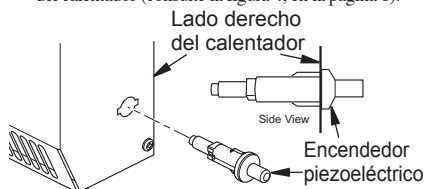

Figura 6 - Instalación del encendedor piezoeléctrico
2. **Para el encendedor piezoeléctrico**, ajuste el encendedor hasta escuchar un chasquido en el orificio que se ubica en el lado derecho del calentador, como se muestra en la figura 6, en la página 9.